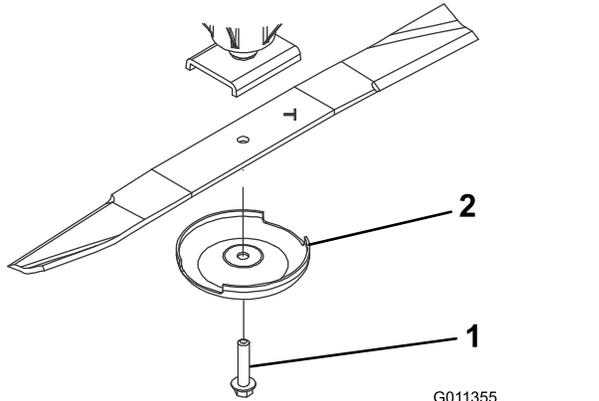

Figura 83
2. Sujete el extremo de la cuchilla usando un paño o un guante grueso. Retire del eje de la cuchilla el perno de la cuchilla, el protector de césped y la cuchilla (Figura 83).
3. Instale la cuchilla, con la vela hacia la carcasa de corte, con el protector de césped y el perno de la cuchilla (Figura 83). Apriete el perno de la cuchilla a 115-149 N·m (85-110 pies-libra).